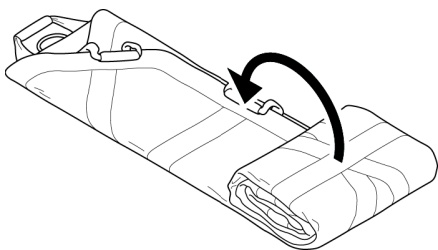

Abbildung 7
2. Die Transfermatte von einem Ende her aufrollen, wie in Abbildung 7 dargestellt.